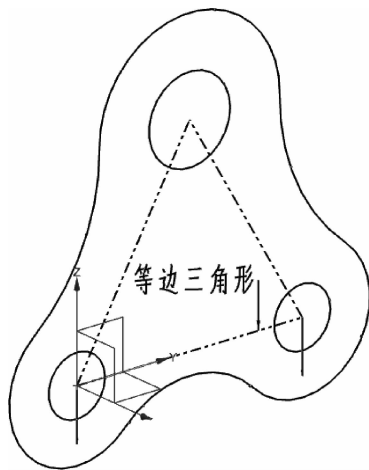

图 2-31 垫片草图完成图
(7)在“草图”工具条中单击图标,退出草图环境并保存文件,最后完成草图如图 2-31 所示。